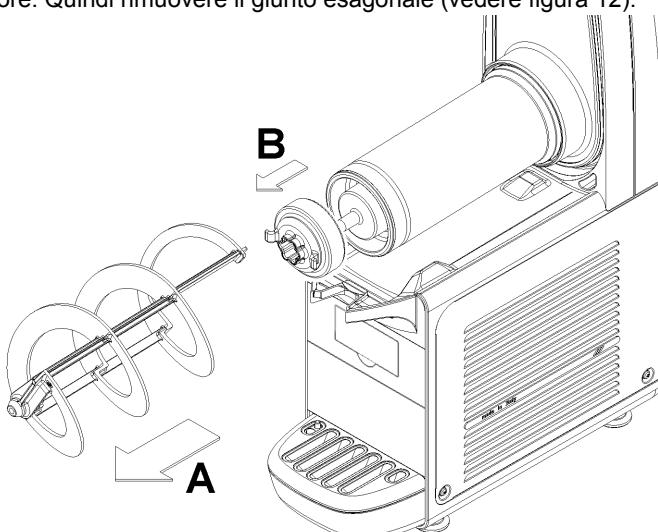

figura 12
- 3** Rimuovere il mescolatore sfilandolo dal cilindro evaporatore. Quindi rimuovere il giunto esagonale (vedere figura 12).